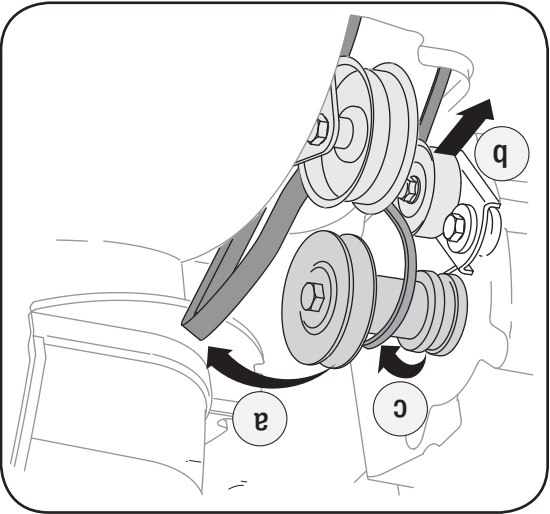

Figure 6-9
- b. Utilisez une clé pour pivoter la poulie de tension vers la droite. Voir la Figure 6-9.